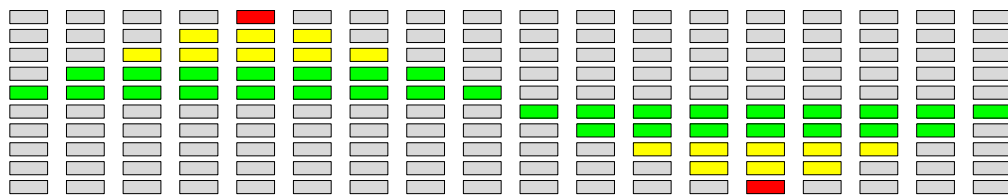

図 7.4 正弦波を入力した課題 3 の動作の様子
- ジャンパーソケット (JS2) を外し, チェック端子 (TP7) にファンクションジェネレータから 0V~5V で変化する正弦波 (バイアス 2.5V, 振幅 2.5V) を入力すると, 図 7.4 のように表示が変化していく. 周波数は変化がわかる低い周波数でよい.